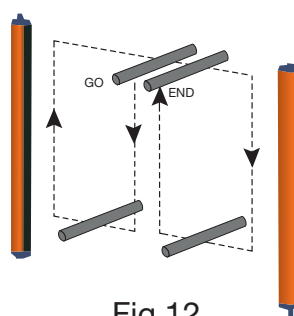

Fig.12
- L'ESPE reste bloqué (▶ I) lorsqu'on interrompt les faisceaux le long de toute la zone contrôlée à l'aide de l'outil d'essai spécial (Test Piece) et selon le schéma de la Fig. 12.